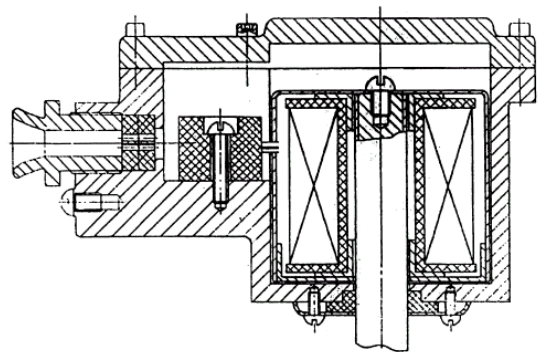

图 5
- 3、阀门的开通时间达 12 小时/天以上，请选用常开式电磁阀。当使用环境周围有易燃易爆品，请选用防爆型电磁阀。（防爆型结构如图 5）